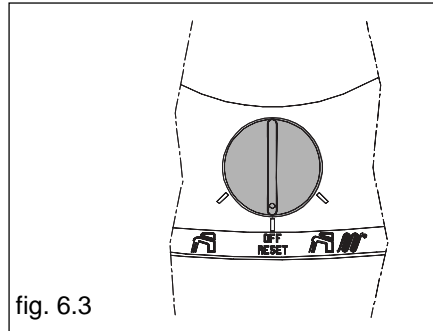

fig. 6.3
Indstil driftvælgeren på OFF/RESET (fig.6.3). Indstil knappen på  eller .
- indstil driftvælgeren på OFF/RESET (fig 6.3)